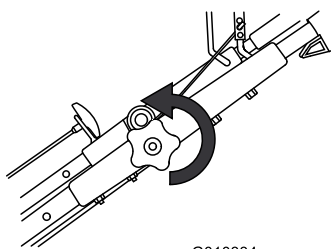

Figura 16
1. Allentate la manopola della sezione superiore della stegola (Figura 16).